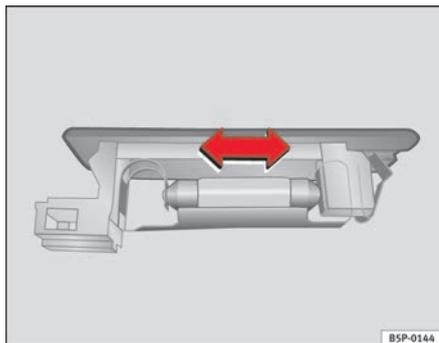

Fig. 197 Luz do porta-bagagens
- Pressionar a lâmpada na parte lateral e extraí-la do respectivo alojamento ⇒ fig. 197. ■